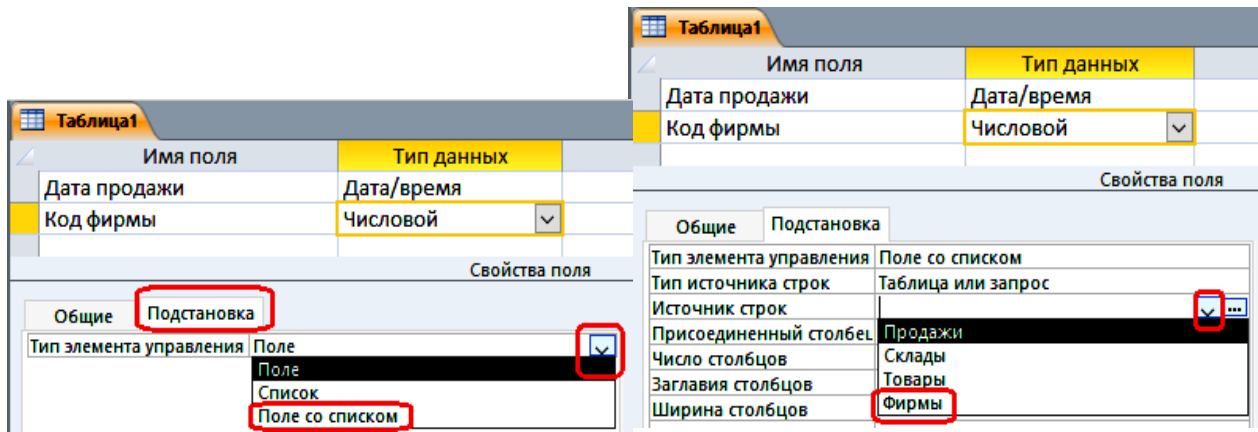

Рис. 1.11. Окно таблицы с подстановкой в режиме «Конструктора»
3. Указать в качестве источника данных для поля **Код фирмы** список кодов фирмы, внесенных в поле с таким же названием в таблицу «Фирмы», рис. 1.11.